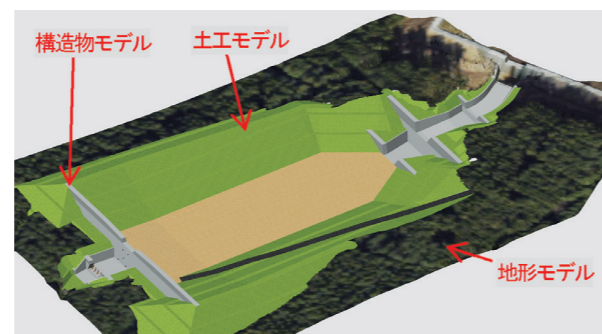

図1 遊砂地工の三次元モデル
遊砂地工の三次元モデルは以下の①～③を統合するとともに、テクスチャー画像(物体表面の色や質感を表現)を個々のモデルに貼り付けることで作成しました(図1)。
- ①設計図面を基に作成した三次元の構造物モデル
- ②掘削形状や埋戻し形状を表現した土工モデル
- ③高密度点群データより作成した地形モデル